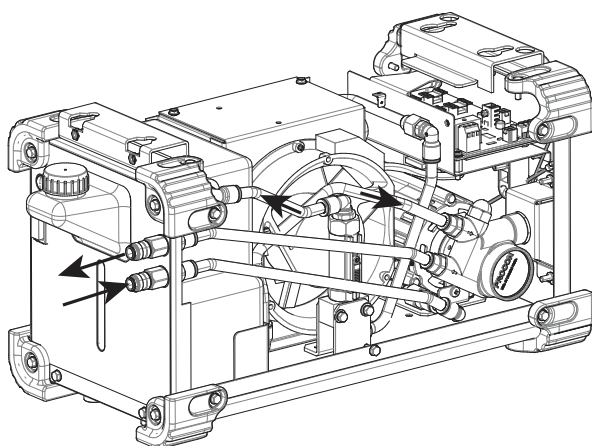

Bild 6
- Försätt flödessensorn i avstängt läge (0).
- Anslut vattenkylarslangarna – bild 6.
- Försätt flödessensorn i påslaget läge (I).